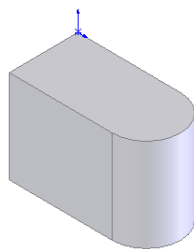

图 3-100 圆角后的图形
**【例 3-12】**以绘制如图 3-100 所示图形为例，说明完整圆角的操作步骤。
**07** 确认圆角特征。单击“圆角”属性管理器中的“确定”图标按钮, 结果如图 3-100 所示。
**【例 3-13】**以绘制如图 3-100 所示图形为例, 说明“角度距离”倒角的操作步骤: